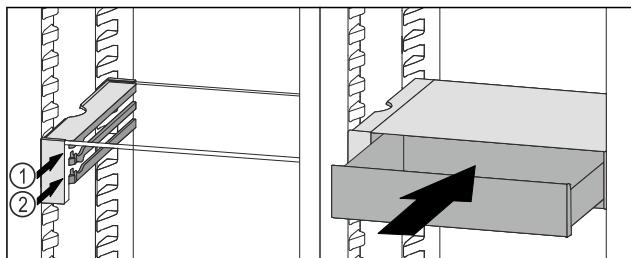

Fig. 63
- Встановити висувний ящик VarioSafe за стопорами на потрібне ребро Fig. 63 (1) або Fig. 63 (2).